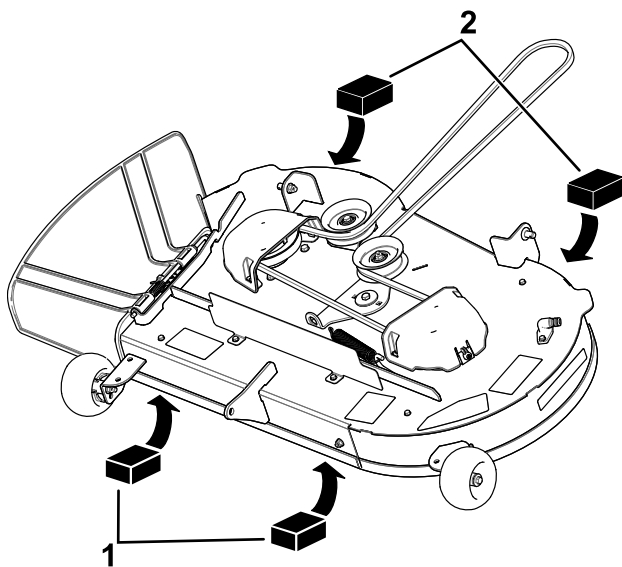
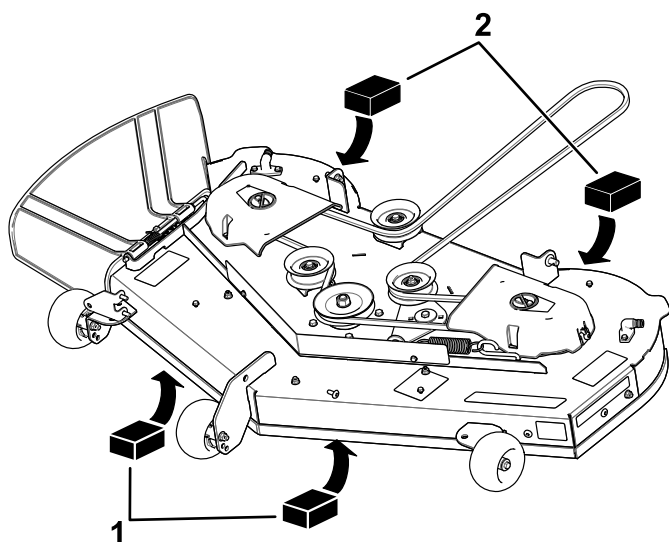

Figura 68
Figura 69
- Coloque dois calços de 6,6 cm de espessura cada debaixo de cada lado da extremidade frontal da plataforma, mas não debaixo dos suportes do rolo (antidanos Figura 68 ou Figura 69).
- Coloque dois calços de 7,3 cm de espessura cada debaixo da extremidade traseira da aba da plataforma de corte, um em cada lado da plataforma de corte (Figura 68 ou Figura 69).